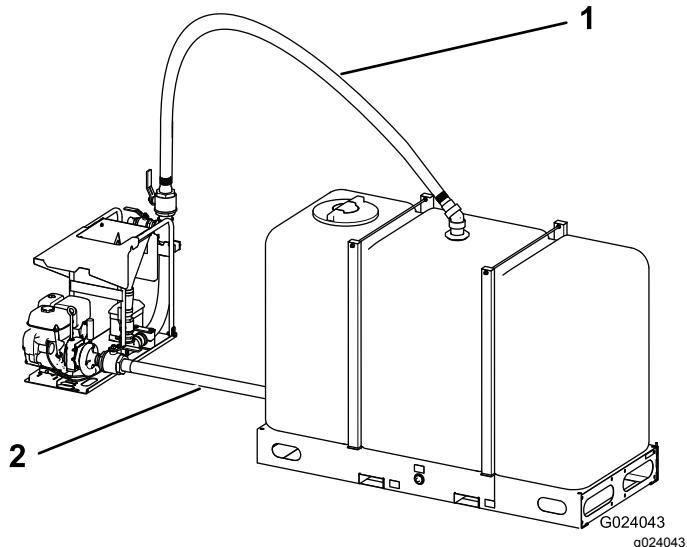
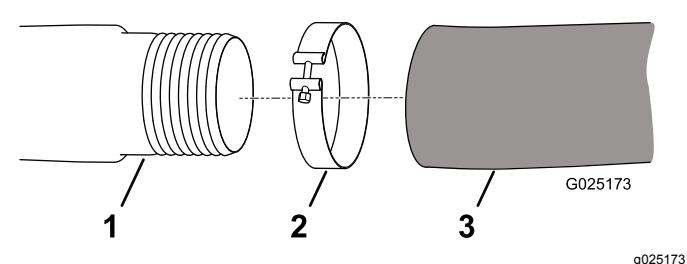
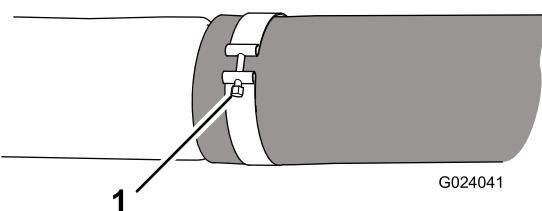

Figura 5
Figura 6
Figura 7
2. Utilice una abrazadera (suministrada con la manguera de transferencia) para conectar el extremo libre de la manguera de aspiración a la entrada de la bomba del mezclador, como se muestra en la Figura 5, Figura 6, y Figura 7.
4. Utilice 2 abrazaderas (suministradas) para conectar la manguera de circulación a la parte superior del depósito y a la parte superior del mezclador, según se muestra en la Figura 5, Figura 6, y Figura 7.